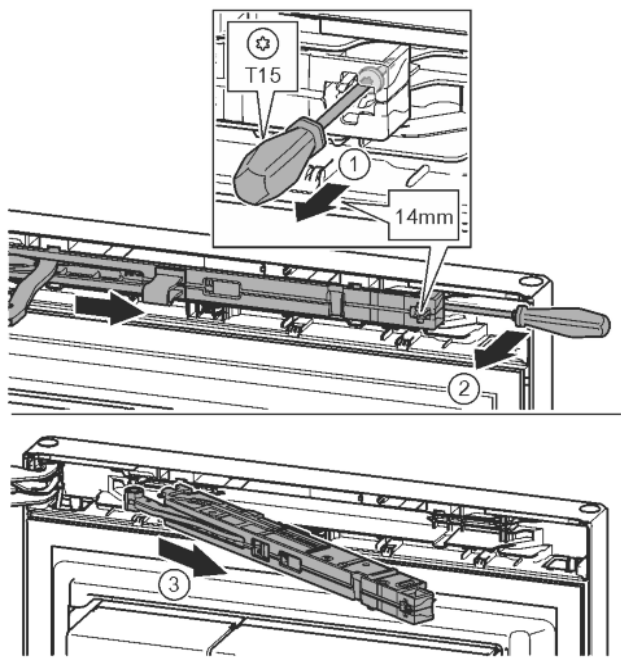

Fig. 12
- Allentare di ca. 14 mm la vite nell'unità dell'ammortizzatore di chiusura con il cacciavite T15. *Fig. 12 (1)*
- Portarsi con un cacciavite lato maniglia dietro l'unità dell'ammortizzatore di chiusura e ruotare in avanti. *Fig. 12 (2)*
- Estrarre l'unità dell'ammortizzatore di chiusura. *Fig. 12 (3)*